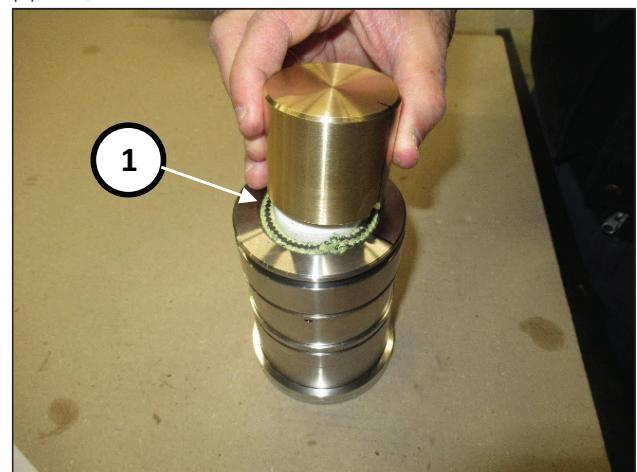

图 181
使用代码为27945400的工具的内塞将环推入到位(位置①, 图 181)。